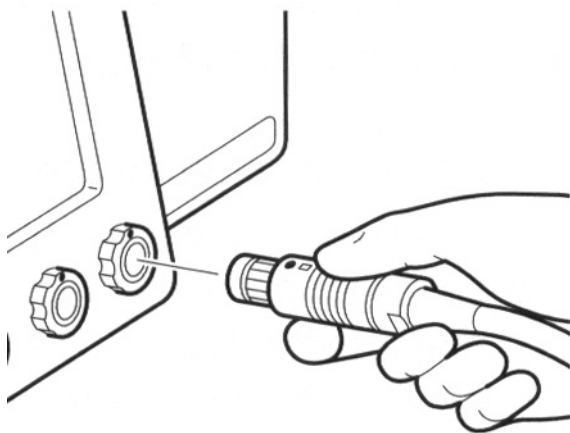

Figura 2: Conectarea Mânerului de aplicare la Consola dispozitivului de răzuire
2. Împingeți ușor conectorul cablului în port. Acesta se va fixa în poziție (consultați Figura 2). (Pentru a deconecta cablul, prindeți conectorul cablului și trageți în afară de gulerul acestuia).